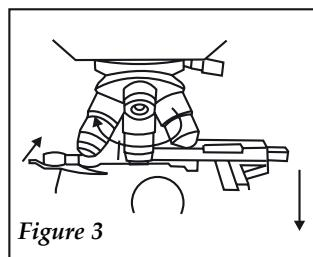

Figure 3
♦ Haga bajar la platina mediante los mandos de enfoque macro. Enrosque los objetivos en el revolver portaobjetivos siguiendo un orden ascendente (4x-10x-40x-100x) en el sentido de las agujas de un reloj (fig. 3).
- ♦ Descendre la platine en utilisant les commandes de focalisation macro. Dévisser les couvercles de protection des objectives. Visser les objectives au revolver en suivant un ordre ascendant (4x, 10x, 40x 100x) dans le même sens des aiguilles d'une montre (fig. 3).